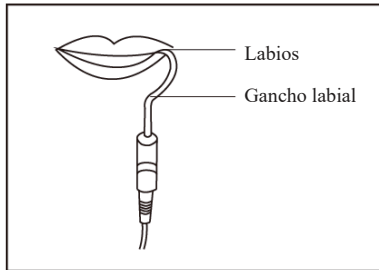

Figura 5
4.5.4 Coloque el gancho labial en el labio y asegúrese de que entra en contacto con la mucosa oral como electrodo de referencia [Figura 5].